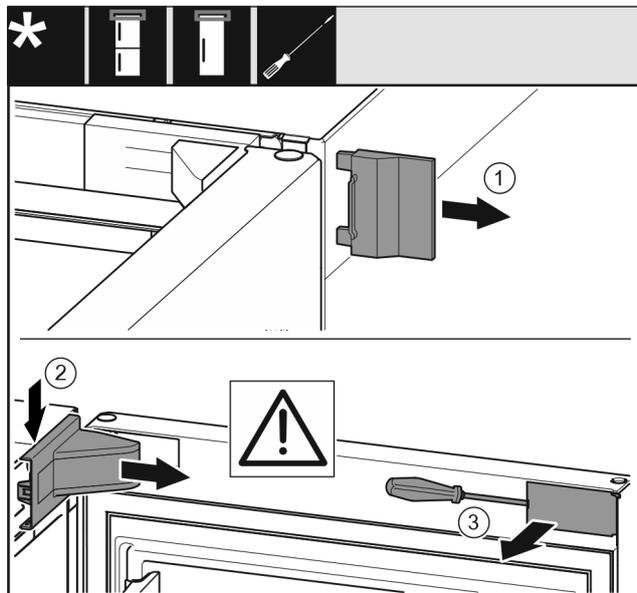

Fig. 12 *
- ▶ Äußere Abdeckung Fig. 12 (1) abnehmen.*
- ▶ Lagerbockabdeckung Fig. 12 (2) ausrasten und abnehmen.*
- ▶ Blende Fig. 12 (3) mit Schlitzschraubendreher ausrasten und zur Seite schwenken.*